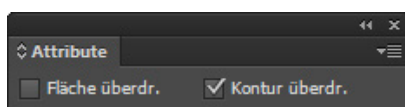

Abb. 2
5. Stellen Sie die Kontur auf überdrucken, siehe Abb. 2.